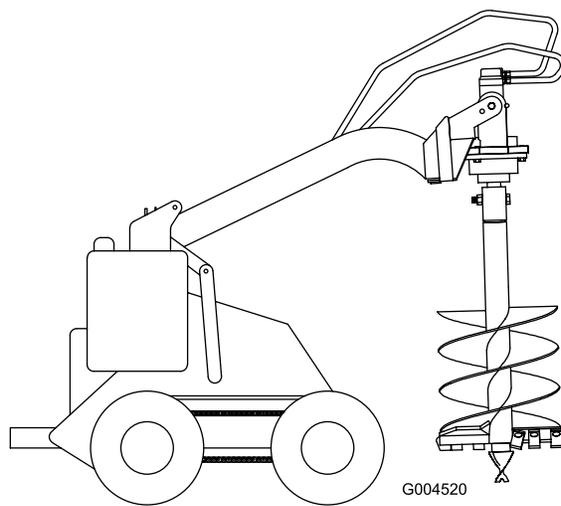

Figura 9
14. Când melcul este vertical, înclinai placa de ataare în spate până când capul de antrenare intră în contact cu placa de ataare pentru a stabili melcul i a împiedica balansarea liberă (Figura 9).
13. Ridicai melcul liber de sol (Figura 9).
1. Ridică melcul astfel încât să elibereze solul și să fie vertical (Figura 9).